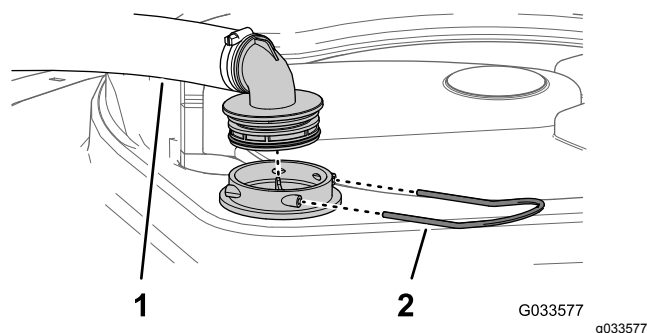

Figura 28
unida à tubagem grande da estrutura do filtro (Figura 28).
3. Retire a tubagem e a união da tubagem da estrutura do filtro (Figura 28).